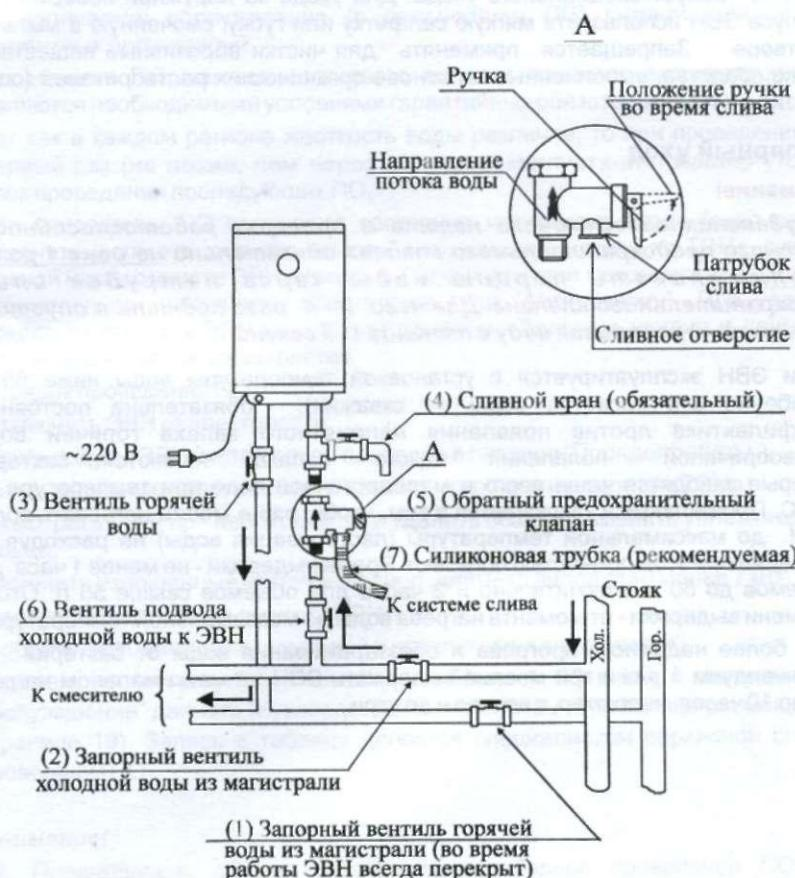

Рисунок 5 - Схема подключения к водопроводной сети
- Заполните ЭВН водой. Для этого перекройте запорный вентиль горячей воды из магистрали (1), закройте сливной кран (4), откройте запорный вентиль холодной воды из магистрали (2), вентиль подвода холодной воды к ЭВН (6), вентиль горячей воды (3) и кран горячей воды на смесителе. ЭВН заполнен, когда из крана горячей воды на смесителе начнет вытекать, с полным напором, вода. Закрыть кран горячей воды на смесителе (см. рисунок 5).
- При необходимости полного слива воды из ЭВН (например, при профилактике) надо отключить ЭВН от электрической сети, перекрыть вентиль подвода холодной воды к ЭВН (6), вентиль горячей воды (3) должен быть открыт, открыть кран горячей воды на смесителе и сливной кран (4), через который и спить воду (см. рисунок 5).